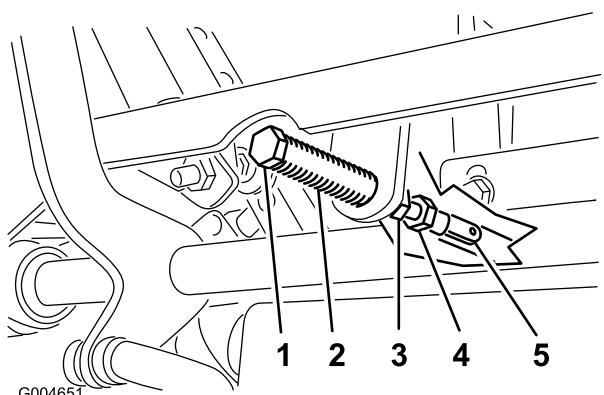

Figura 59
- 5. Tirate indietro la leva finché il cavallotto con testa (sul braccio sottostante l'albero di articolazione) non tocca l'estremità della scanalatura (iniziate a premere sulla molla) (Figura 59).
7. Se occorre regolare, allentate il dado e il controdado contro la forcella (Figura 59).
8. Premete leggermente indietro la leva di comando del movimento e girate la testa del bullone di regolazione nella direzione opportuna finché la leva di comando non si trova al centro, in posizione di bloccaggio in folle (Figura 59).
9. Serrate il dado e il controdado (Figura 59).
10. Serrate i controdadi dei giunti a sfera (Figura 59).